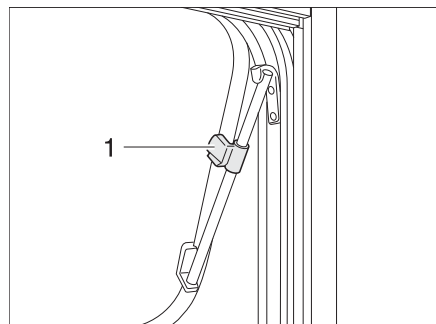

Bild 66 Överkantshängt fönster med drivspärrar, öppet
- Öppna det överkantshängda fönstret till önskad ställning och fäst med ratten (Bild 66,1).
- Vrid på ratten (Bild 66,1) tills spärren lossas.